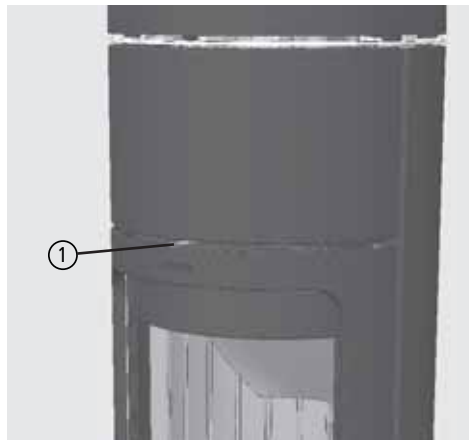

Abb. 4.11 DELTA W, Umlenkschieber, Bedienhebel
Die Bedienung des Umlenkschiebers erfolgt über den Bedienhebel ① mittig über der Feuertür (siehe Abb. 4.11).